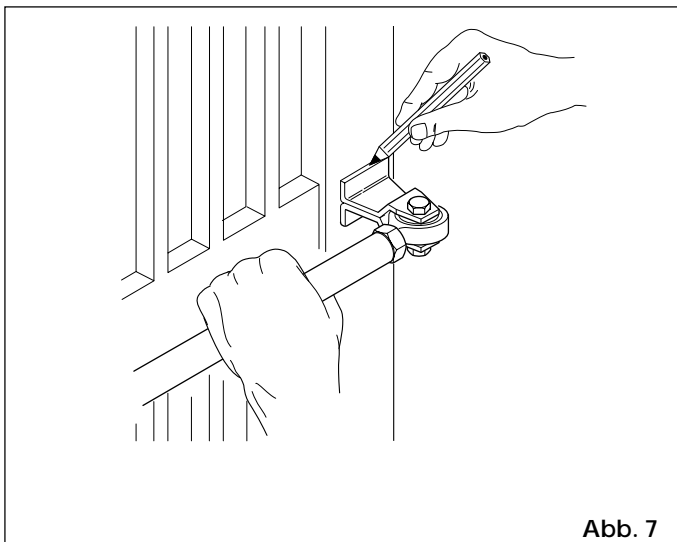

Abb. 7
- 8) Den Torflügel schließen und bei waagrechttem Antrieb die vordere Anschlußposition am Tor ermitteln (Abb. 7).